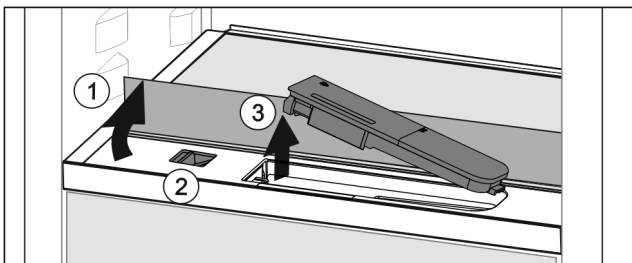

Fig. 145
- ▶ Glasplaat heffen en tot de aanslag naar achter klappen Fig. 145 (1).
- ▶ Schuif Fig. 145 (2) naar links schuiven.
- ▶ Waterreservoir eruit halen Fig. 145 (3).